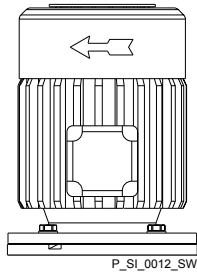

Fig. 16: Sentido de rotação do motor
- Ao ligar o motor, ter em atenção ambos os sentidos de rotação - ver seta na cobertura do ventilador, como em Fig. 16.